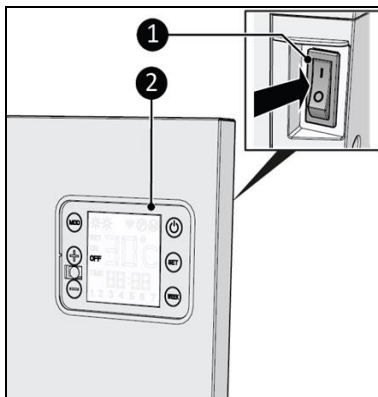

Figura 15
1. Puneți comutatorul ON/OFF în poziția ON (Figura 15, poz. 1).
2. Pe display (Figura 15, poziția 2) se va afișa OFF.